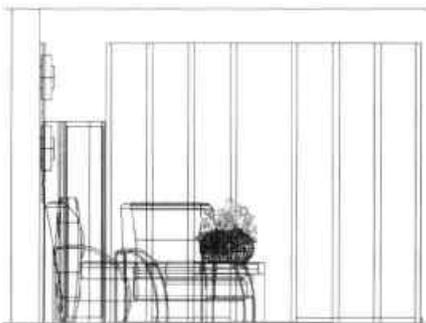

图11-15 客厅前视图
- 前视 \rightarrow ：该视点是从前往后查看模型，常以二维形式显示，如图11-15所示。